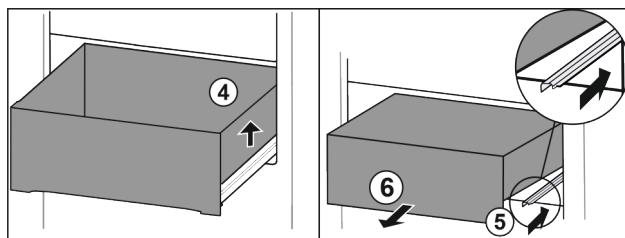

Fig. 18
- Podignite ladicu desno. Fig. 18 (4)
- Gurnite desnu vodilicu. Fig. 18 (5)
- Izvadite ladicu prema naprijed. Fig. 18 (6)